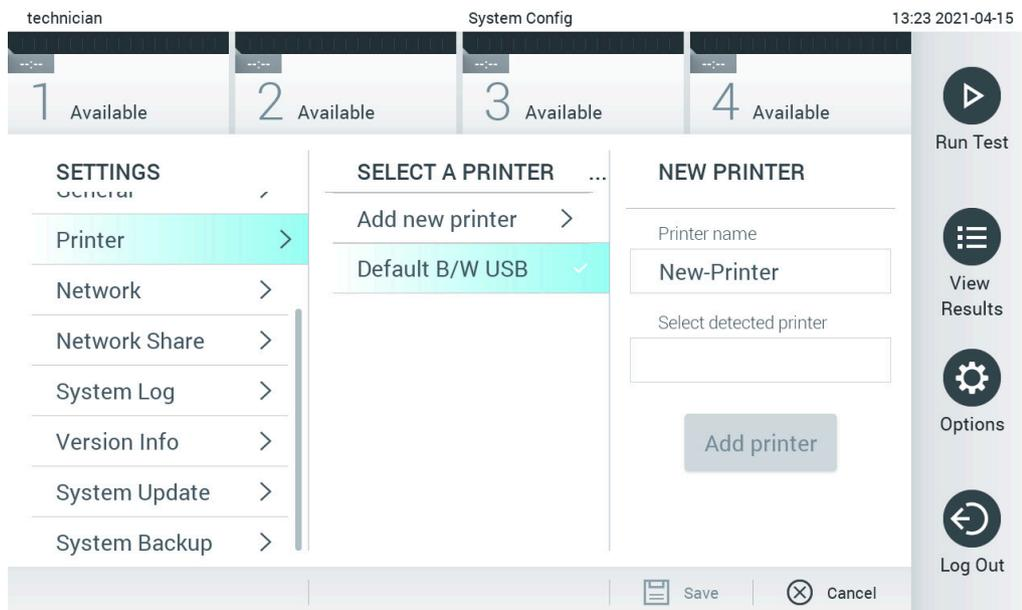

Figura 101. Installazione della stampante con il driver predefinito
5. Fare clic su **Add Printer** (Aggiungi stampante) (Figura 101).